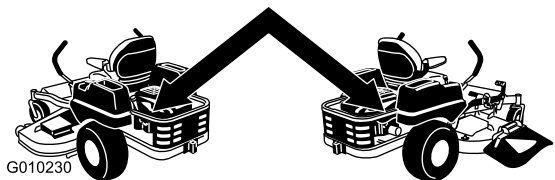

Figura 31
4. Mueva las palancas de desvío hacia atrás y luego hacia la izquierda para bloquearlas en esa posición, según se muestra en Figura 31, para desengranar los motores de rueda. Repita en el otro lado de la máquina.
Mueva la palanca a la posición de empujar la máquina (Figura 31) para engranar los motores de las ruedas.